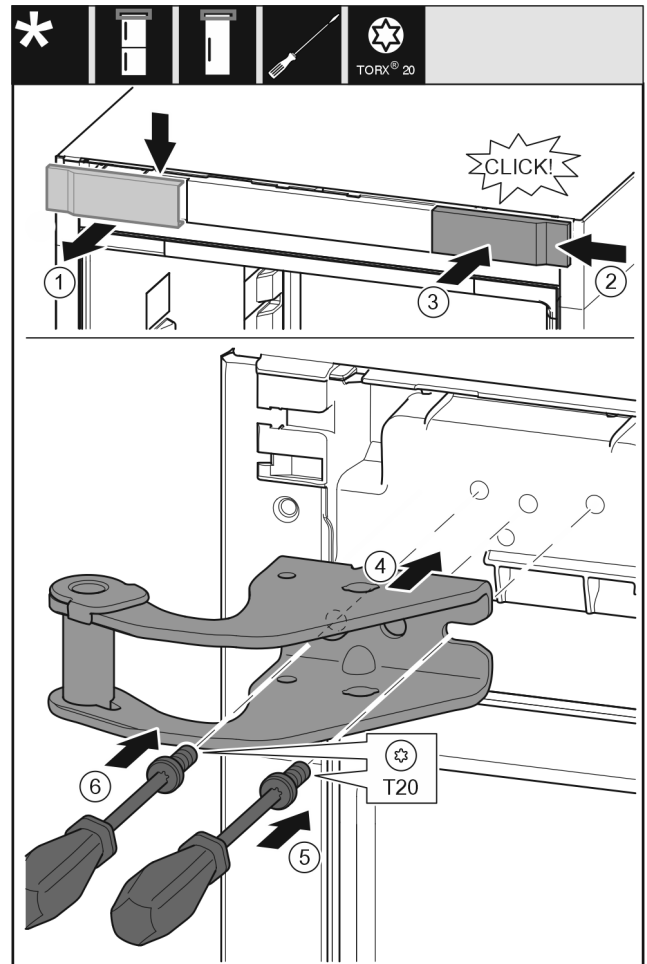

Fig. 11
- ▶ Odoberte kryt zhora dopredu. Fig. 11 (1)
- ▶ Kryt zaveste na druhú stranu sprava otočený o 180°. Fig. 11 (2)
- ▶ Kryt zaklapnite. Fig. 11 (3)
- ▶ Nasadte hornú ložiskovú konzolu. Fig. 11 (4)
- ▶ Skrutku nasadte a pevne zaskrutkujte skrutkovačom T20. Fig. 11 (5)
- ▶ Skrutku vložte a pevne zaskrutkujte skrutkovačom T20. *Fig. 11 (6)*